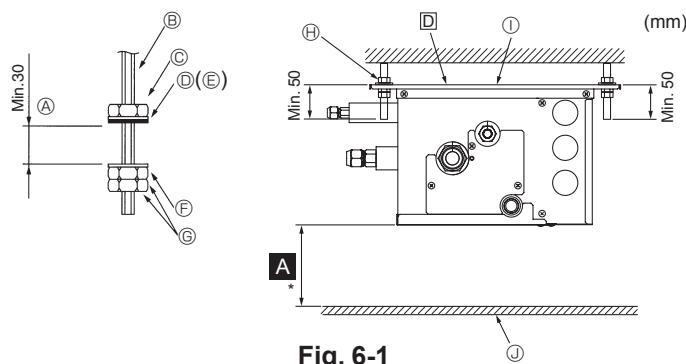

Fig. 6-1
- (2) Monter skiver og møtrikker (①, ②, anskaffes lokalt) på ophængningsboltene. (Fig. 6-1)
- (3) Hæng enheden op på ophængningsboltene.